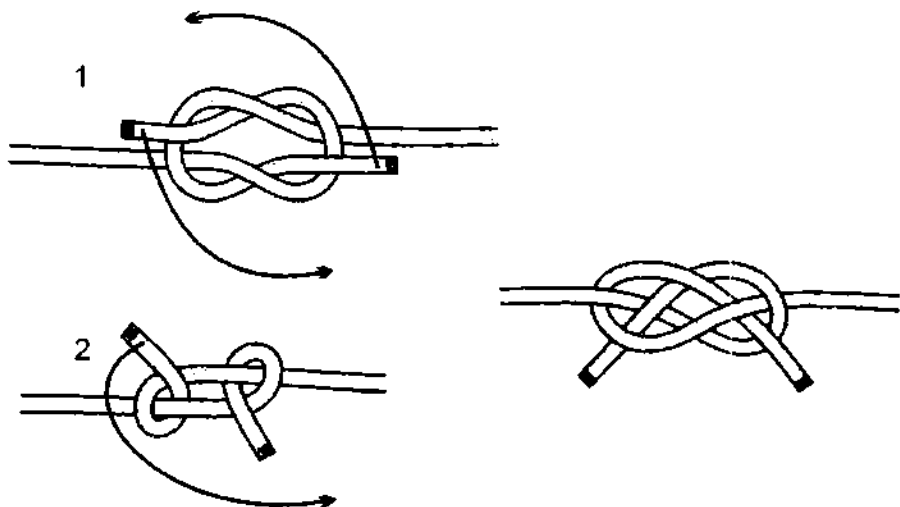

Рис. 767. 2-й способ вязки **травяного узла**. Узел вяжется из **тёщиного узла**.
**Травяной узел** – это замечательный пример того, как наихудший и наислабейший **тёщин узел** может оказаться, после правильной деформации, пусть не наипрочнейшим, но всё-таки достаточно надёжным и крепким узлом при соблюдении определённых условий безопасности (рис. 767). Чтобы **тёщин узел** стал надёжным, необходимо переместить ходовые концы как показано на рисунке. Узел при этом деформируется и превращается в совершенно иной по свойствам узел – **травяной**. В незатянутом виде он состоит из двух полуштыков-калышек, которые при затягивании выворачиваются и превращаются в два **самозатягивающихся полуштыка**. Чем больше нагрузка, тем сильнее коренные концы обжимают ходовые. После прекращения нагрузки узел без труда развязывается.